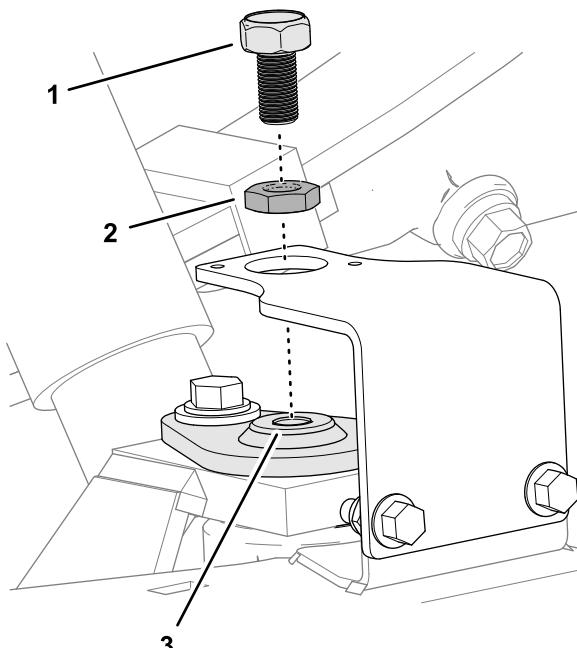

図 9
1. ジャムナットを磁気ターゲットに完全にねじ込む(図 9)。
2. 磁気ターゲットをキングpinの上部にねじ込む(図 9)。